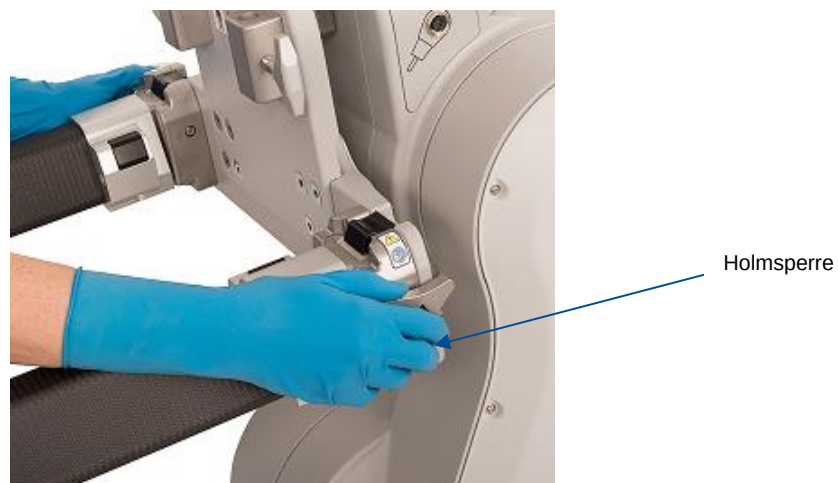

Abbildung 45: Lösen der Holmsperre am Holm
- i. Die Holmsperre an jedem Holm lösen; dazu den Drehhebel entgegen dem Uhrzeigersinn drehen (Abbildung 45).